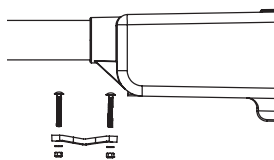

Figura 5
8. Para el montaje de la ranura en T, asegúrese de que quede un **perno de la ranura en T** a cada lado del travesaño. Con el **pie de la ranura en T** no roscado, colóquelo debajo del travesaño e inserte ambos **pernos de la ranura en T** en los orificios correspondientes del pie. Use la **llave de 13 mm** (1/2 pulg.) para atornillar las **tuercas de la ranura en T** y asegurar la unidad al travesaño, como se muestra en la **Figura 5**